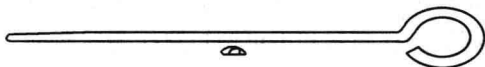

图 1-23 压线条
压线条又称捅条,是小型电动机嵌线时必须使用的工具。压线条插入槽口有两个作用:①利用楔形平面将槽内的部分导线压实或将槽内所有导线压实,压部分导线是为了方便继续嵌线,而压所有导线是为了便于插入槽楔,封锁槽口;②配合划线片对槽口绝缘进行折合、封口。最好根据槽形的大小制成不同尺寸的部件,压线条整体要光滑,底部要平整,以免操作时损伤导线的绝缘和槽绝缘。一般用不锈钢棒或不锈钢焊条制成,横截面为半圆形,并将头部锉成楔状,便于插入槽口中,如图 1-23 所示。